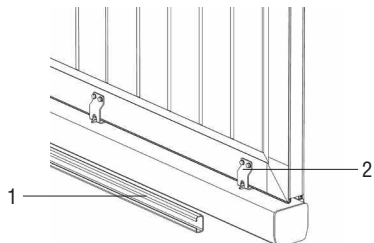

Рисунок 1
1. Установите С-профиль (1) на кронштейны крепления щита (2) и закрепите саморезами (см. рисунок 1).
1. Вставьте ключ в замок (рис. 1).